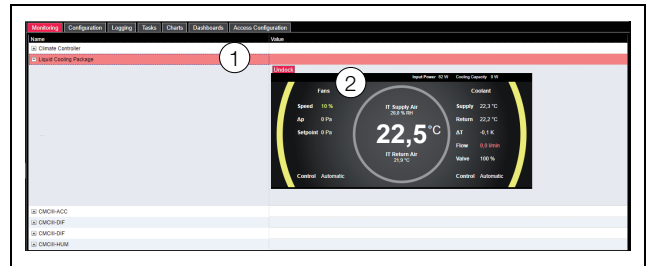

Abb. 126: Grafische Darstellung
Die Anzeige wechselt in die grafische Darstellung (Abb. 126) und alle Status und Drehzahlen der Lüfter, Temperaturwerte der Servereintritts- und -austritts-temperatur sowie die Regelmodi von Lüfter- und Kühlmediumsteuerung können auf einen Blick angesehen und durch Klicken auf die Grafik (Abb. 126, Pos 2) verändert werden.
Wenn nach Anwahl der Ebene „Liquid Cooling Package“ die grafische Darstellung (Abb. 126) vorgewählt ist, schalten Sie folgendermaßen auf die Baumdarstellung um:
- Drücken Sie das in Graustufen dargestellte „Grafik“-Symbol hinter dem Eintrag „Liquid Cooling Package“ (Abb. 126, Pos 1).